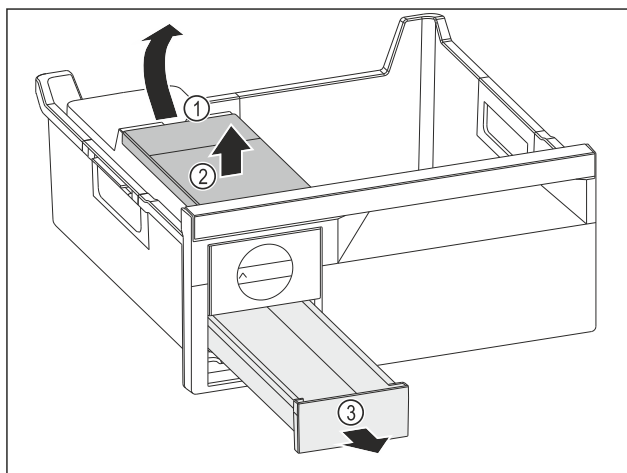

Fig. 109
- ▶ Vyjmutí nádržky na vodu: Zvedněte nádržku na vodu za vybrání Fig. 109 (1).
- ▶ Nádržku na vodu Fig. 109 (2) vyjměte nahoru.
- ▶ Zásuvku na kostky ledu Fig. 109 (3) vyjměte dopředu.